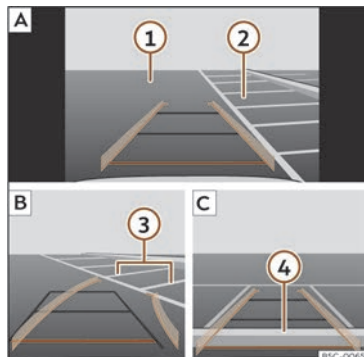

Fig. 154 Visualización na pantalla do sistema de infotainment: aparcar co asistente de marcha atrás.
Lenda da >>> **fig. 154:**
- Coloque o vehículo diante do espazo de aparcamento >>> **fig. 154** **2** **A**.